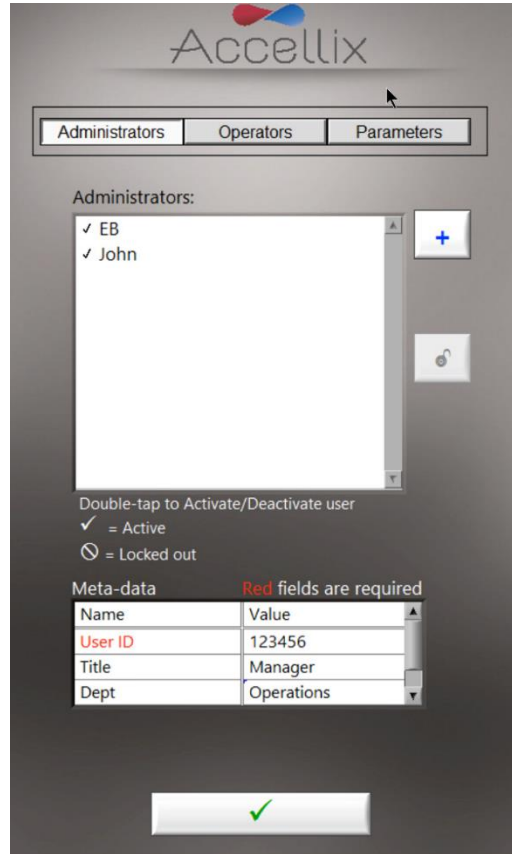

Abbildung 8: Bildschirm „Personnel“ (Personal) mit beispielhaften Admin-Benutzern mit beispielhaften Metadaten
1. Tippen Sie auf das Symbol **Personnel** (Personal) . Der Bildschirm **Personnel** (Personal) (Abbildung 8) wird angezeigt: